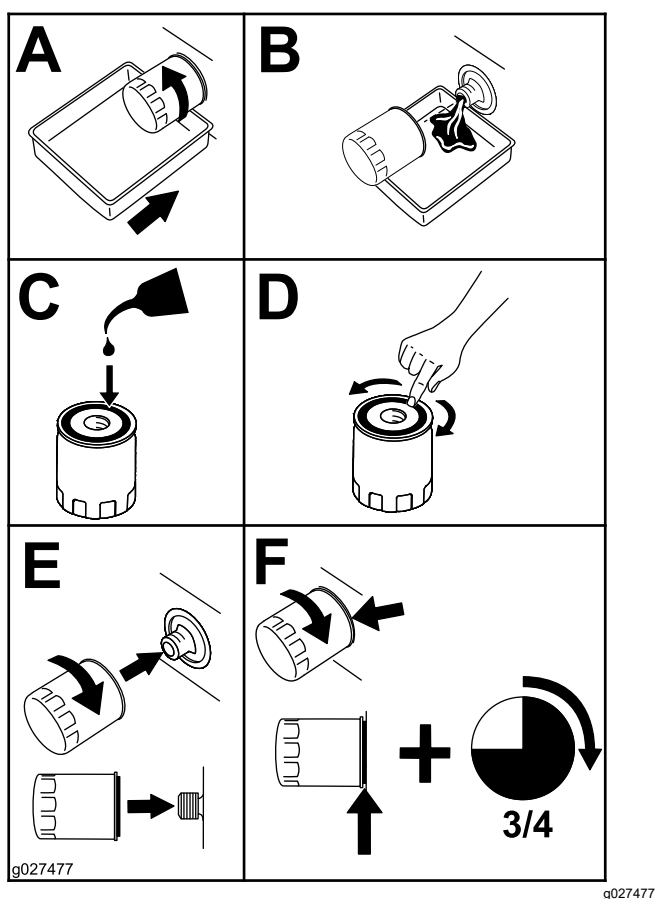

Figura 44
6. Sustituya el filtro de aceite del motor como se muestra en la Figura 44.